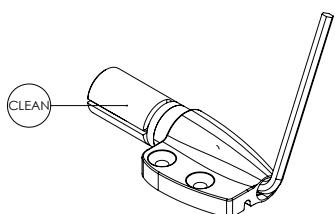
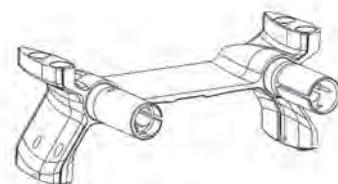

Abb. 23.1
Abb. 23.2
Für die Befestigung der Verlängerungen gibt es zwei Möglichkeiten: Halterungen (Abb. 23.1) und die «Bridge» (Abb. 23.2).
- 1- Entfetten und reinigen Sie den überstehenden Teil der Halterung, der mit der Innenseite der Kabelmuffen in Berührung kommt, damit diese besser hält (Abb. 23.1).